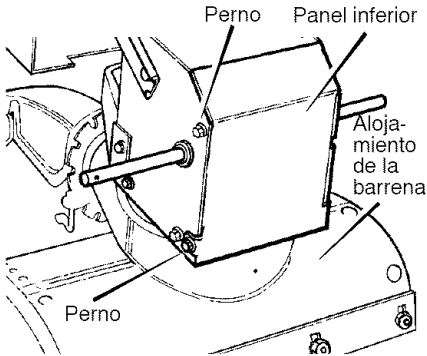

Figura 63
3. Afloje los **pernos** a cada lado del **panel inferior** (Figura 63).